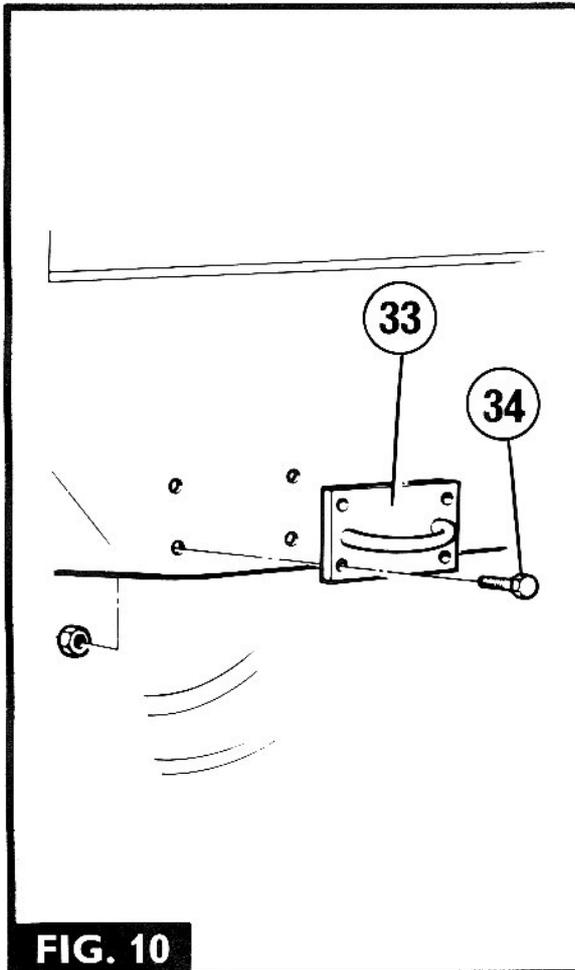

FIG. 10
1. Fig. 10. Retirer les quatre boulons (34) et les écrous fixant l'oeillet (35) sur le châssis avant. Retirer l'oeillet.